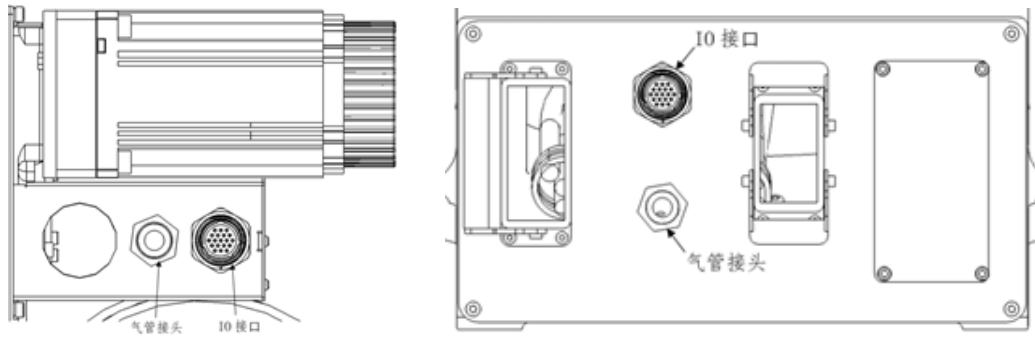

图 3-8 SR70/2180 气管、IO 接口图（驱动壳处、底座处）
5. SR70/2180 气管、IO 接口如图 3-8 所示。